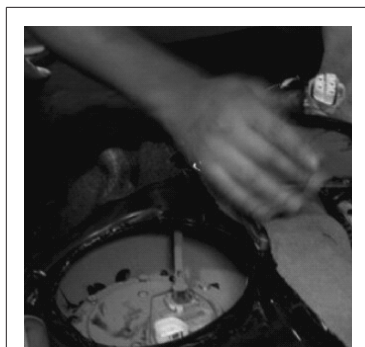

图 6-29 断开燃油泵上的插接器
- 2) 如图 6-29 所示,断开燃油泵上的插接器,然后拆开燃油管。注意拆卸燃油泵之前必须进行泄压操作。